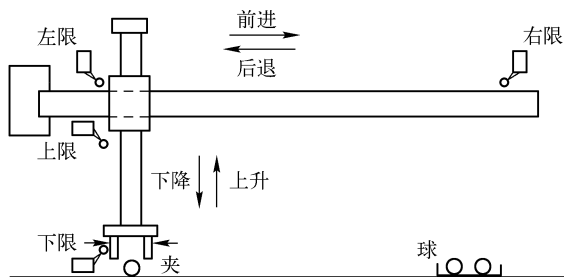

图 5-30 机械手捡球装置示意图
**【例 5.4】**如图 5-30 所示为机械手捡球装置示意图。机械手夹住小球,将其送入球盆。机械手工作过程为:启动机械手下降到下限位置,夹住小球,夹住并上升到顶端上限位置,机械手横向移动到右端,下降到下限位置,机械手放松,把工件放到盆处,机械手上升到顶端,机械手横向移动返回到左端原点处,停止。按下停止按钮,机械手回到原点,即上限位和左限位,试用状态转移图法完成 PLC 控制程序的设计。